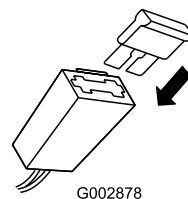

Рисунок 8
- Установите плавкий предохранитель в держатель (Рисунок 8).